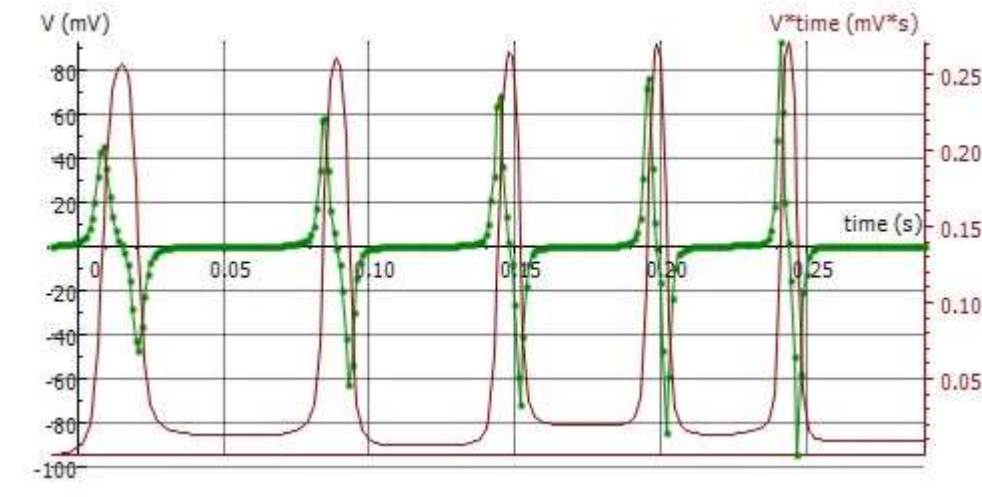

Fig. 3: Courbes de temps de la tension induite U et du flux magnétique Φ
La courbe verte dans la Fig. 3 indique l'évolution de la tension.
La fenêtre « Intégrale » du diagramme affiche la grandeur « $V \cdot t$ » dans l'unité « $mV \cdot s$ » (courbe violette dans la Fig. 3). Selon l'équation (2), elle correspond au flux magnétique Φ .
Le flux magnétique prend sa valeur maximale lorsque la tension induite retourne à zéro (Fig. 3), c.-à-d. que l'aimant atteint le centre de la bobine. Les surfaces sous tous les signaux de tension positifs et négatifs présentent la même valeur (voir plus haut). Elles correspondent au flux magnétique maximal Φ de l'aimant permanent à l'intérieur d'une bobine. C'est pourquoi, dans le cadre de la précision de mesure, le flux magnétique maximal atteint la même valeur $\Phi_{\max} \approx 250 \mu V \cdot s$ pour toutes les bobines.